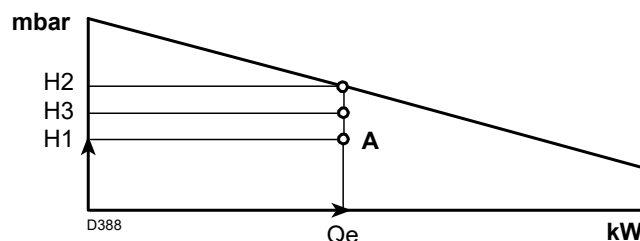

Fig. 40
punto A che deve rimanere entro il campo di lavoro (Fig. 40).
- 4 - Tracciare una verticale dal punto A, Fig. 40, e trovare la massima pressione H2 del campo di lavoro.
Se H3 è maggiore di H1, come in Fig. 40, il bruciatore può erogare la portata richiesta.